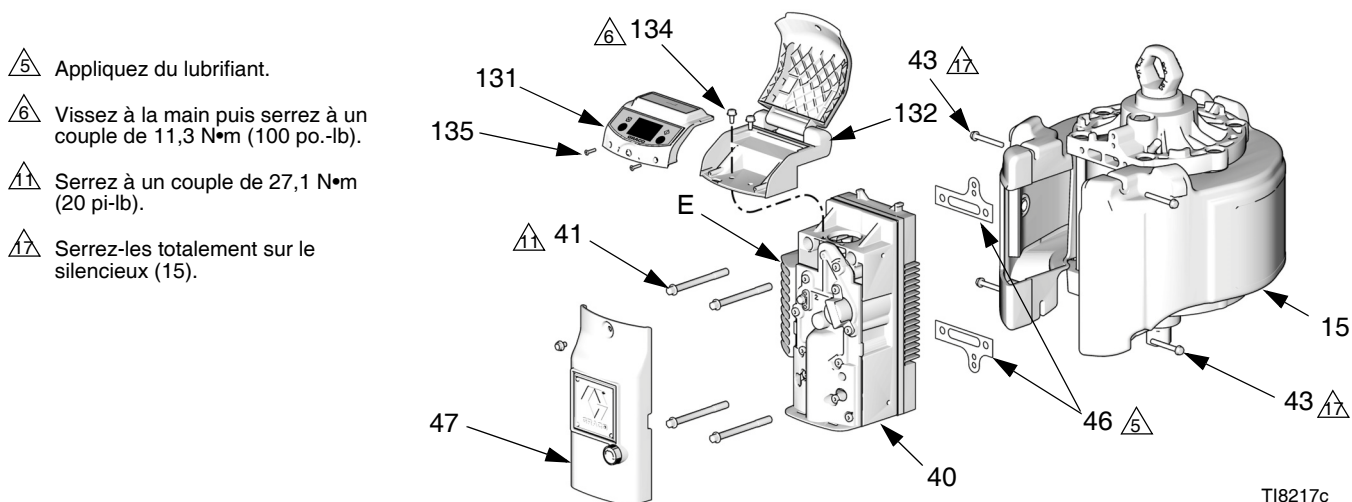

FIG. 9. Dépose de la vanne d'air (modèle illustré équipé d'un module DataTrak)
4. Consultez la FIG. 9. Retirez le capot de vanne extérieure (47).
- a. **DataTrak Modèles** : retirez les deux vis (135). Retirez prudemment le module DataTrak (131), consultez la page 14. Débranchez les câbles de l'électrovanne d'emballement et du capteur de la carte du module. Retirez les deux vis (134) puis faites prudemment glisser le boîtier (132) de la vanne d'air.
7. Consultez la FIG. 9, page 21. Lubrifiez les joints (46) et assurez-vous qu'ils s'alignent avec les orifices au fond de la vanne d'air (40). Installez la vanne d'air. Installez les vis (41) puis serrez-les à un couple de 27,1 N•m (20 pi-lb). Vissez les vis (43) à la main puis serrez-les complètement sur le silencieux (15).